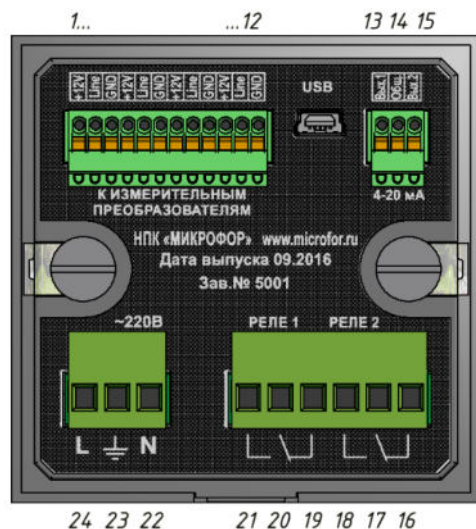

Рис.2. Вид задней панели блока индикации.
5.2. Подключение напряжения питания, исполнительных устройств и измерительных преобразователей к блоку индикации осуществляют к клеммным колодкам, расположенным на задней панели измерительного блока (рис.2).
5.4. Измерительные преобразователи ДТР-2-СМ или ДТР-3-СМ подключаются к блоку индикации параллельно трехпроводным (ДТР-2-СМ) или двухпроводным (ДТР-3-СМ) кабелем (рис.2). ДТР-3-СМ не требуют подключения линии питания +12 В.